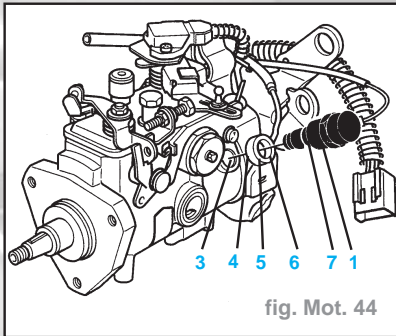

fig. Mot. 44
- Retirer IMPÉRATIVEMENT le petit filtre tamis (3) placé du fond du puits à l'aide d'une paire de pinces à becs fins, le remplacer par un filtre tamis neuf (fig. Mot. 44).